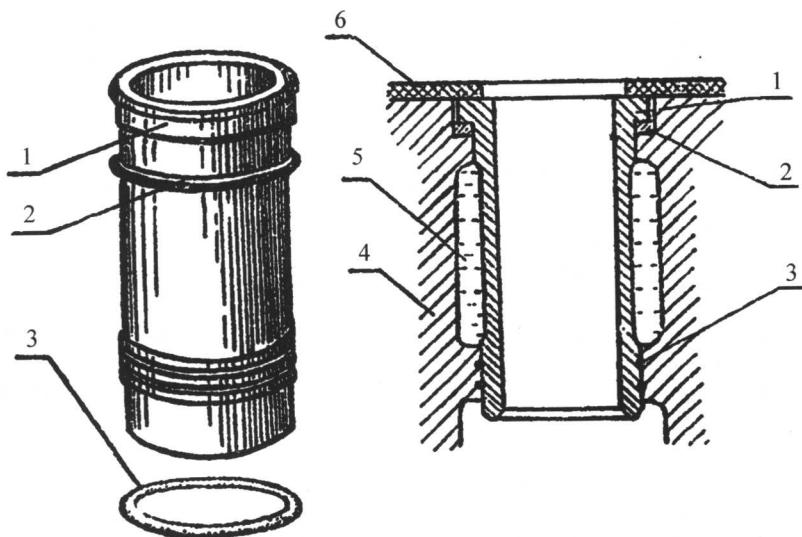

图 1-4 湿式气缸套的构造与密封
2. 气缸套：镶入机体的可拆卸气缸称为气缸套。它是燃烧室的组成部分，要承受高温、高压气体的作用，产生热应力和化学腐蚀，同时也是活塞运动的导向体，并承受活塞连杆对缸壁的侧压力，润滑条件差，磨损严重。因此，要求具有较高的强度，且能耐磨、耐高温。气缸套分为干式和湿式两种。干式气缸套不直接与冷却水接触，加工精度要求很高，如 WD615 系列船用柴油机等。目前，小型柴油机气缸套大多采用湿式气缸套。气缸套材料一般用合金铸铁制造，其结构形式也基本相同，如图 1-4 所示，缸套外面直接与冷却水接触，上部的支承定位面与机体配合，为防止漏水，中间垫有紫铜垫圈，下部有 2~3 道环形槽，内装防水橡胶圈，气缸套受热后可自由向下伸长。